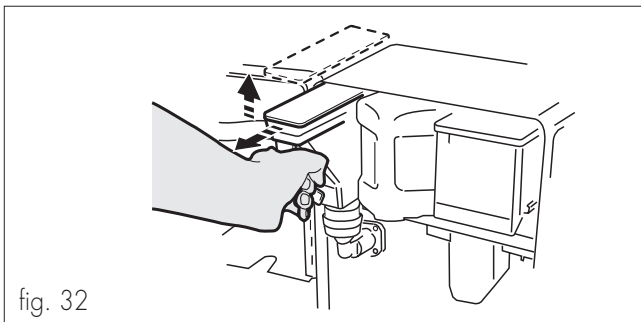

fig. 32
- Estrarre il contenitore dalla sua sede sollevandolo leggermente per agevolare l'estrazione (fig. 32). Il contenitore per polvere solubile non necessita di una particolare manutenzione. Tuttavia è necessario provvedere alla sua pulizia con cadenza perlomeno mensile assicurandosi che all'atto del rifornimento sia perfettamente asciutto. Il contenitore può essere separato dalla boccola posteriore mediante rotazione antioraria di quest'ultima, consentendo l'estrazione del perno posteriore e della molla. La boccola anteriore in silicone può essere rimossa asportando l'apposita molla di bloccaggio. Pulire il tutto con uno straccio asciutto o con un soffio di aria compressa e rimontare eseguendo le operazioni in senso inverso verificando che l'anello di tenuta del perno posteriore sia perfettamente integro.